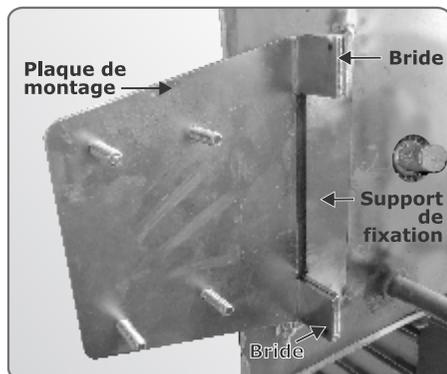

FIGURE 23
7. Soudez par points les brides de la plaque de montage sur celles du support de fixation, comme indiqué dans la figure 23, en tenant compte de l'espace disponible et de la direction vers laquelle le moteur sera orienté.